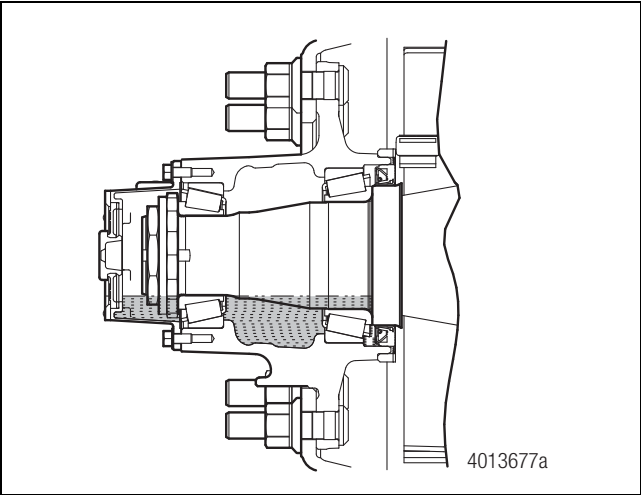

Figura 13.4
3. Llene el extremo de rueda con aceite de engranaje aprobado hasta la línea de llenado de la tapa de la maza. Antes de efectuar la comprobación final del nivel se debe esperar tiempo suficiente para que el aceite se asiente. Lo anterior es especialmente importante en climas fríos. Figura 13.4.